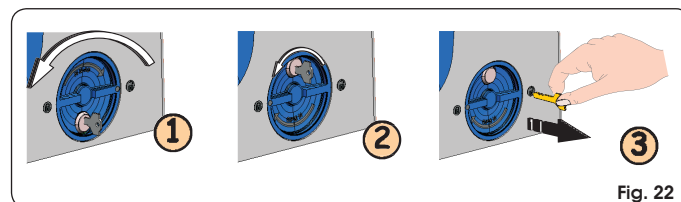

Fig. 22
1. Ruotare il sistema di sblocco in senso antiorario di circa 180°, come indicato in Fig. 22 rif. ①.
2. Ruotare la chiave in senso antiorario, Fig. 22 rif. ②, ed estrarla dalla serratura, come indicato in Fig. 22 rif. ③.